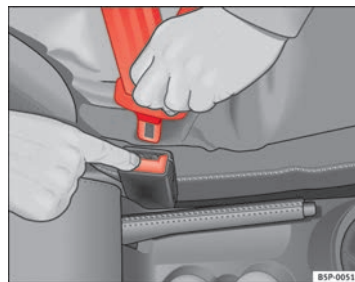

Fig. 16 Retirar la lengüeta del cierre del cinturón ►
- Pulse la tecla roja que hay en el cierre del cinturón ⇒ fig. 16. La lengüeta del cierre es expulsada hacia fuera ⇒ △.